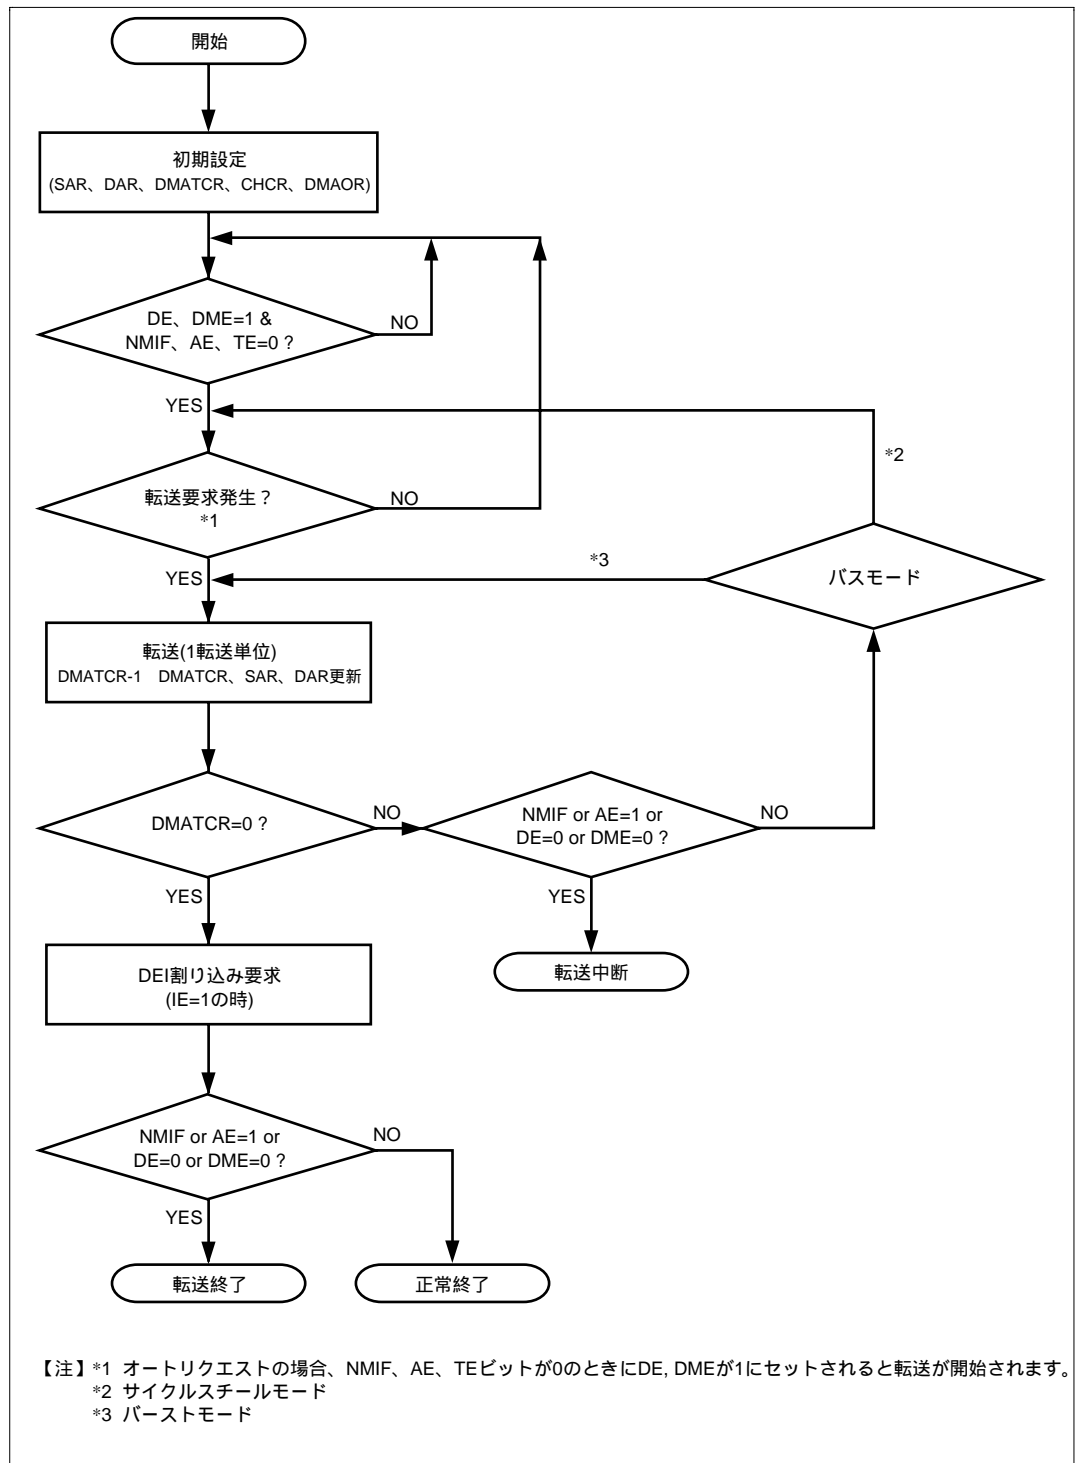

図 9.2 DMAC 転送フローチャート
- (1) 転送許可状態かどうか (DE=1、DME=1、TE=0、NMIF=0、AE=0) をチェックします。
- (2) 転送許可状態で転送要求が発生すると 1 転送単位のデータ (TS0、TS1 の設定により決定) を転送します。オートリクエストモードの場合は DE および DME が 1 にセットされると自動的に転送を開始します。一回の転送を行うごとに DMATCR の値を 1 デクリメントします。具体的な転送フローは、アドレスモード、バスモードにより異なります。
- (3) 指定された回数の転送を終える (DMATCR の値が 0 になる) と、転送を正常に終了します。この時 CHCR の IE ビットに 1 がセットしてあれば、CPU に DEI 割り込みを発生します。
- (4) DMAC によるアドレスエラーか NMI 割り込みが発生した場合には、転送を中断します。また CHCR の DE ビットか DMAOR の DME ビットが 0 にされても転送を中断します。図 9.2 に上記のフローチャートを示します。